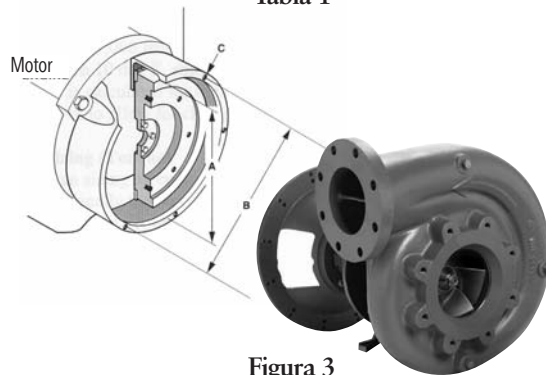

Figura 3
- La Figura 3 muestra la apariencia ahuecada de los volantes fabricados para ser utilizados en montajes de despegue propulsados por embragues de sobrecentro.
- Dichos volantes poseerán un orificio empotrado mecanizado en la superficie, y un conjunto de agujeros de colada, que serán utilizados para conectar el acoplamiento al volante. Las dimensiones se encuentran determinadas por el estándar SAE y se detallan en las Tabla 1A y 1B, Figura 3. El "tamaño del embrague" que se muestra en la tabla es el diámetro nominal del recubrimiento del embrague para Embragues de sobrecentro con anillo de accionamiento.